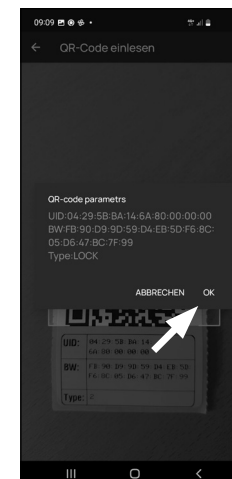

Fig. 6
- 6 Après avoir scanné le code QR apparaît un message avec des données sur votre transpondeur : confirmez celles-ci en bas à droite par « OK » (Fig. 6).